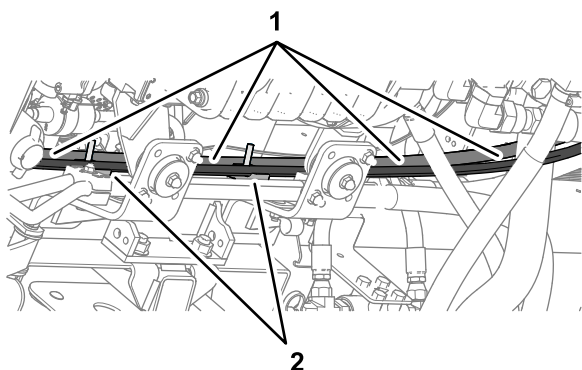

Figura 126
- Enrute la manguera de la bomba hidráulica de 6 × 2819 mm (orificio LS1 de la válvula de dirección EHI) con acoplamiento de 90° en la ranura inferior de la mitad de la abrazadera superior (Figura 126).